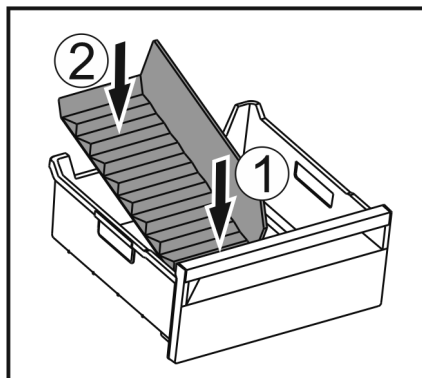

Fig. 68
- Installer la partie avant du séparateur de congélateur. Fig. 68 (1)
- ▶ Abaisser la partie arrière du séparateur de congélateur jusqu'au fond du tiroir. *Fig. 68 (2)*